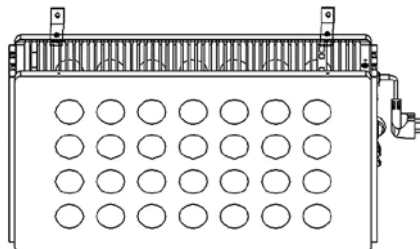

Rys. 4
5. Do górnych otworów należy wkręcić dodane wkręty. Należy pozostawić około 8 mm wkręta na wierzchu (Rys. 4).